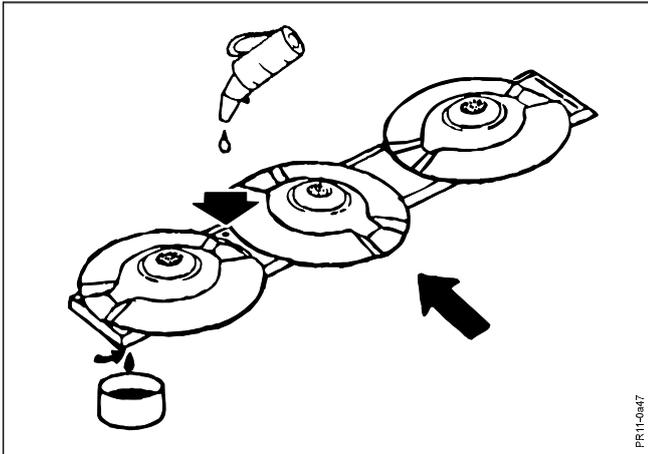

Fig. 4-8
**Fig. 4-8** Man sollte das Schneidwerk auf den Boden herabsenken, bevor Öl eingefüllt wird. Bei erneuter Ölwechsel beachten, daß ein geeigneter Öltyp verwendet wird.